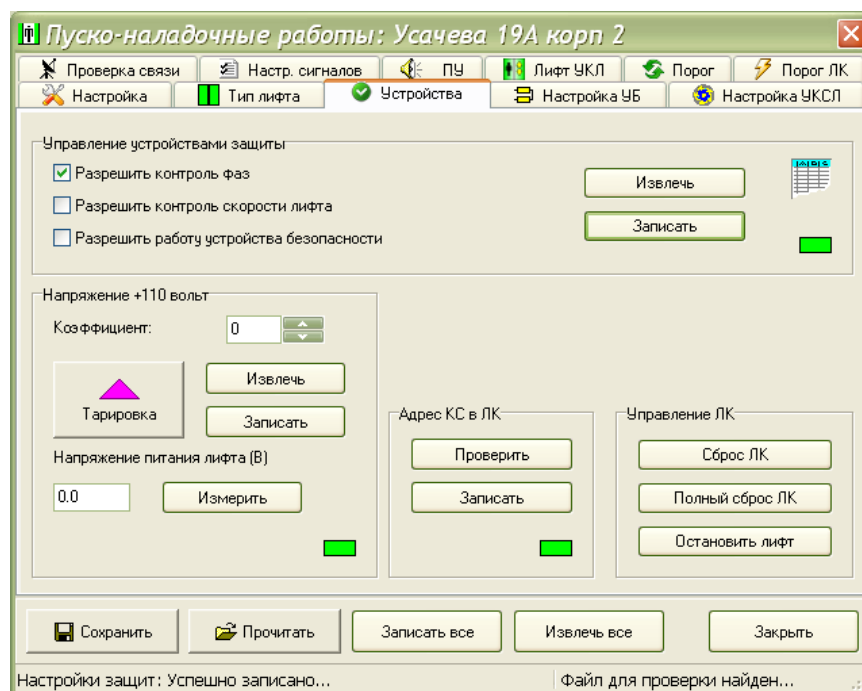

Рисунок 59
4) На вкладке «Устройства» окна «Пусконаладка» установить разрешение работы устройства контроля следования фаз напряжения питания лифта, работу остальных двух защитных устройств запретить (рисунок 59).